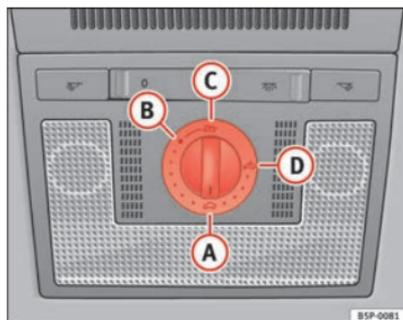

Fig. 69 Dettaglio del rivestimento interno del tettuccio scorrevole / sollevabile
- Ruotare la manopola sulla posizione **A** ⇒ fig. 69 ⇒ **!**.